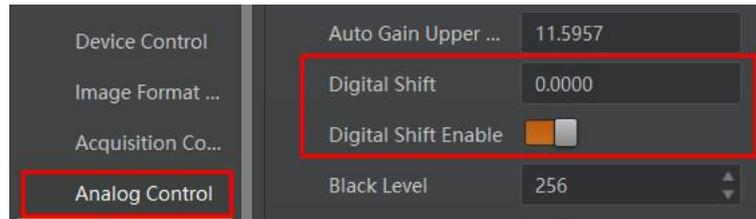

图10-36 数字增益设置
2. 在 *Digital Shift* 参数中输入需要设置的数字，如图 10-36 所示。